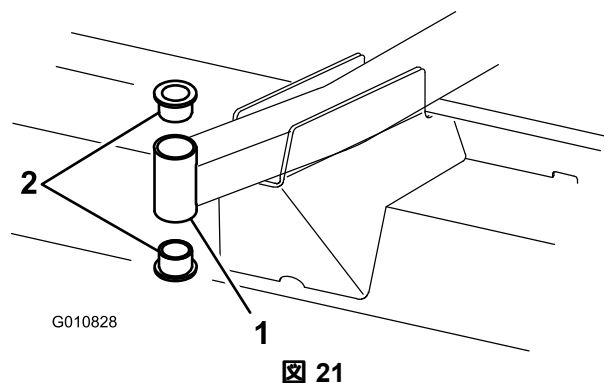

図 21
4. 取り付けチューブの上または下からピンポンチを差し込み、ブッシュをたたき出す図 21。もう1個のブッシュについても同様にして取り出す。